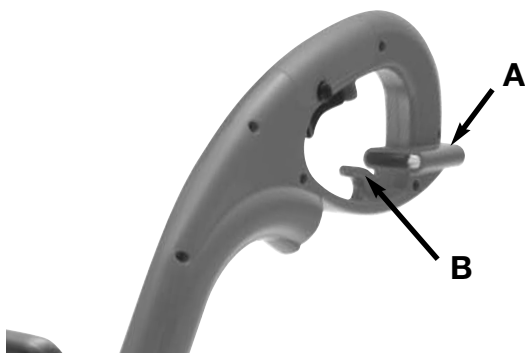

Fig. 1
3. Placez la boucle dans la fente (A) sous la poignée arrière et verrouillez en place sur le support de cordon (B) comme indiqué à la figure 1.